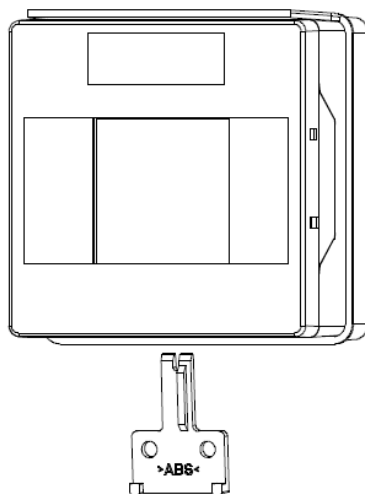

Fig. 6
3. Insira a chave do fundo (ver Fig.6) para colocar o painel de operação em sua posição inicial.